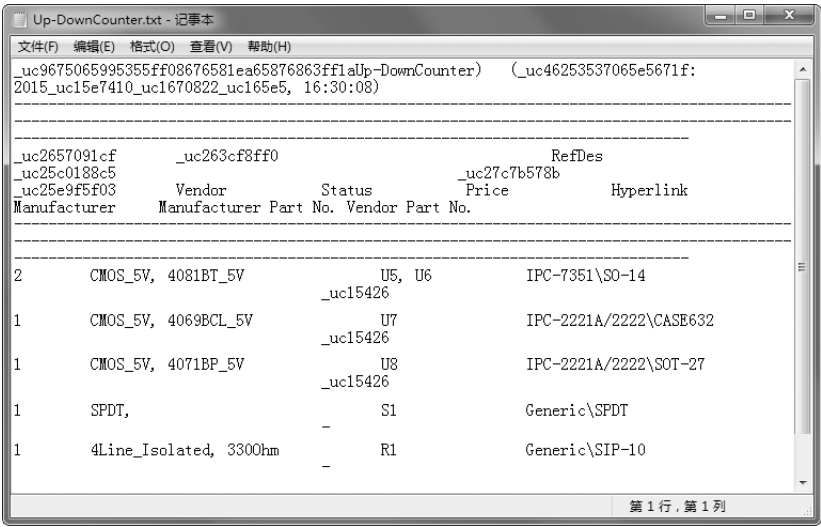

图 8-6 材料清单报表格式
- 单击“保存”按钮，则产生一个当前原理图的材料清单报表文件，如图 8-6 所示。